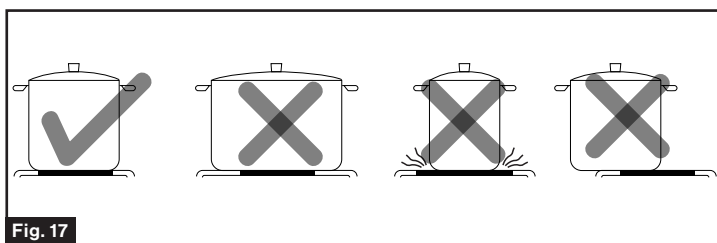

Fig. 17
- Use ollas cuyo diámetro sea tan grande como el gráfico de la zona seleccionada. Una olla apenas más grande cubre todo el quemador y evita que un posible derrame haga contacto con la superficie de calentamiento y se queme. Si usa una olla más pequeña, la eficiencia podría ser menor a la esperada. Siempre centre su olla sobre la zona de cocción. (Fig. 17)